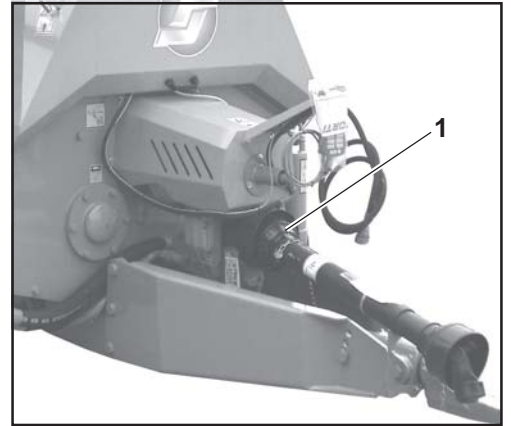

fig.1
- 8) inserire il cardano (1fig.1) sulla presa di forza.